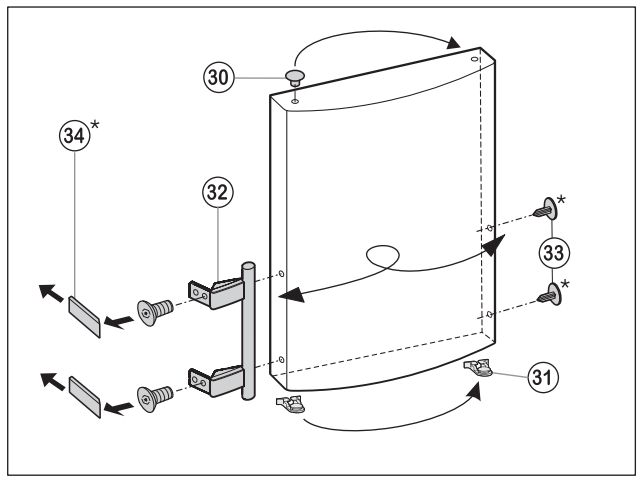

Fig.6
- Zátky Fig. 6 (30) vyjměte z pouzdra ložisek dveří a přemístěte je.
- Madlo dveří Fig. 6 (32), zátky Fig. 6 (33) a krycí destičky* Fig. 6 (34) odmontujte a přemontujte na protější stranu.